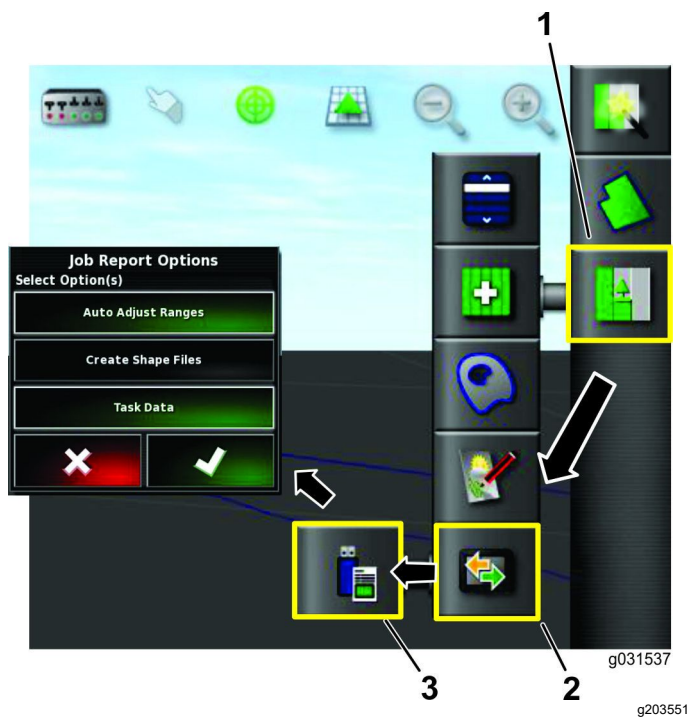

Bild 32
3. Tippen Sie auf das Jobmenü-Symbol (Bild 32).
4. Tippen Sie auf das Symbol DATENAUSTAUSCH (Bild 32).
5. Tippen Sie auf das Symbol JOBBERICHT ZU USB EXPORTIEREN (Bild 32).